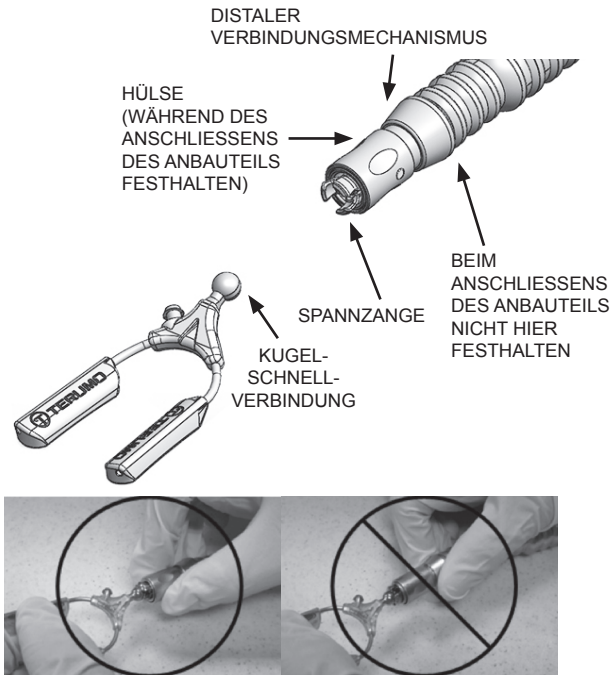

Abbildung 5 – Befestigung des Zubehörs am Hercules™ 360-Universal-Stabilisatorarm (Produktreferenz T401160)
- b. Für die Verbindung mit einer Terumo Hercules 360-KUGEL SCHNELLVERBINDUNG halten Sie die Hülse des Hercules-Universal-Stabilisatorarms fest und drücken Sie die Kugel des Anbauteils in die Spannzange des Hercules-Universal-Stabilisatorarms hinein (siehe Abbildung 5). Überprüfen Sie, ob beide Teile fest miteinander verbunden sind.